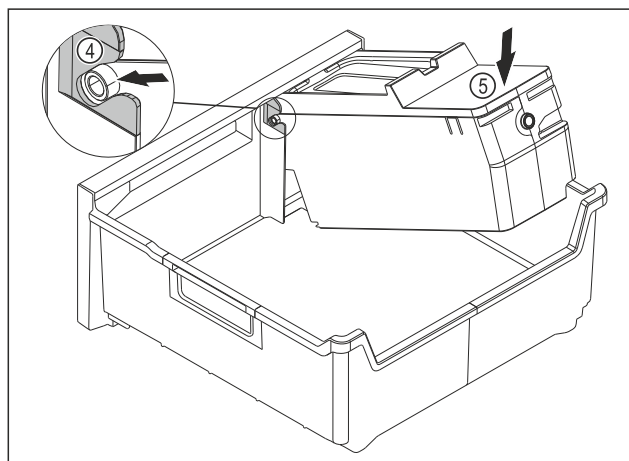

Fig. 128
- ▶ 安装 EasyTwist-Ice 机身：将 EasyTwist-Ice 机身的轴推入到导向装置 Fig. 128 (4)中。
- ▶ 朝下按压 EasyTwist-Ice 机身 Fig. 128 (5)后部。